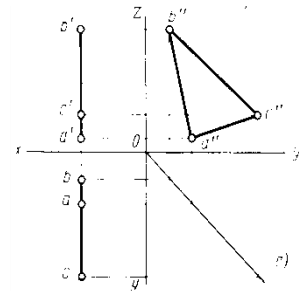

Рисунок 13
- 3) $P // \Pi_3$ – **профильная** плоскость (Рисунок 13)